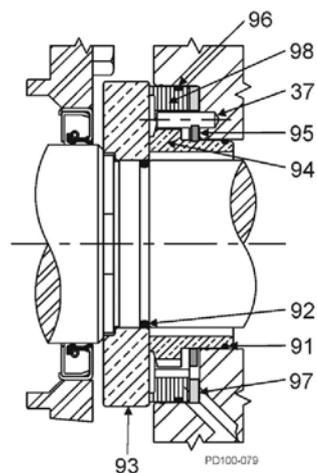

Abb. 68 Doppelte Gleitringdichtung
- Wird eine doppelte mechanische Dichtung verwendet, setzen sie die äußere Wellenfeder (Abb. 68, Pos. 97) im Pumpengehäuse an und den äußeren O-Ring (Pos. 96) in der äußeren Dichtungsnut (Pos. 98). Positionieren Sie die äußere Dichtung im Pumpengehäuse um die Innendichtung herum, wobei die Nuten in der äußeren Dichtung mit den Arretierstiften im Gehäuse fluchten müssen.